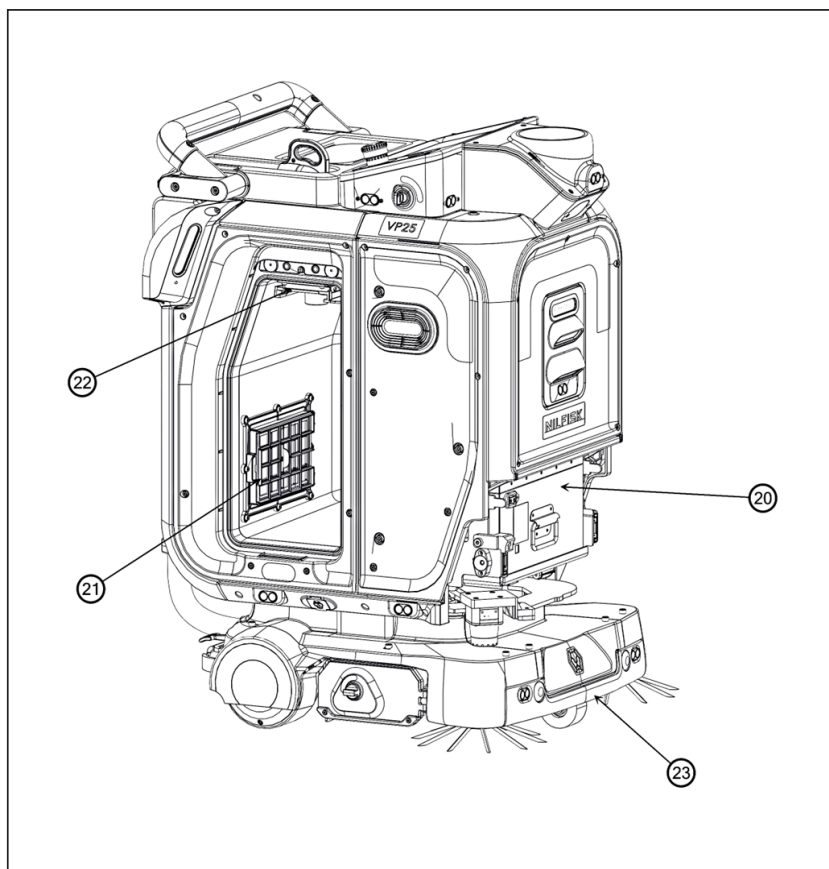
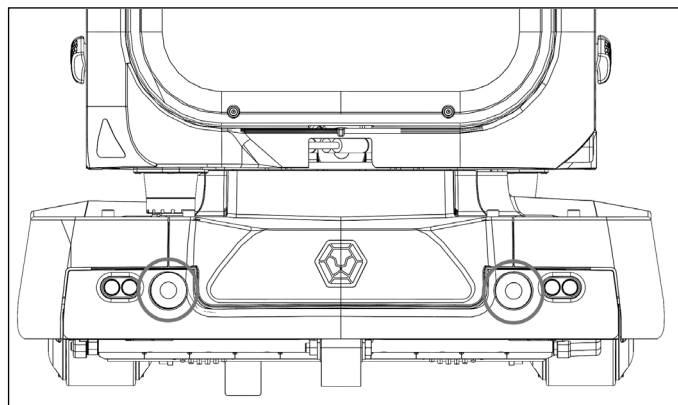

Figure 4
Figure 8
2. Appuyez sur l'interrupteur d'alimentation de la batterie (20) (Fig. 4) pour le mettre en position ON.
2. Assurez-vous que le sac à poussière est installé dans le support de sac à poussière (22) (Fig. 4) et qu'il n'est pas plein.
3. Assurez-vous que le filtre HEPA est installé dans le porte-filtre HEPA (21) (Fig. 4).
1. Appuyez sur les 2 boutons (Fig. 8) pour retirer le capot avant inférieur (23) (Fig. 4).